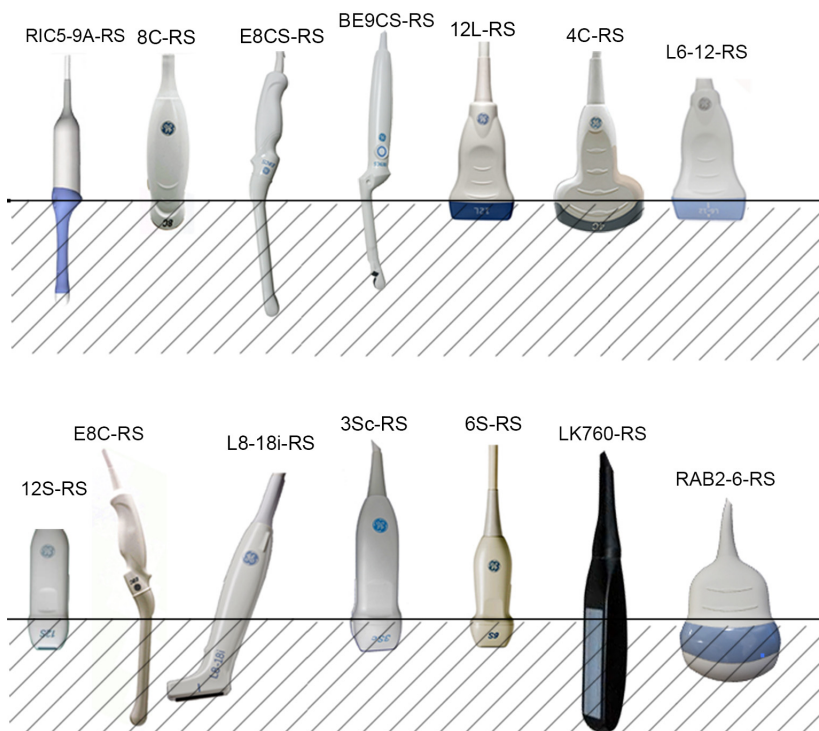

Abbildung 5-11. Sondeneintauchtiefe, 1 = Flüssigkeitspegel
3. Tauchen Sie die Sonde bis zur Linie in die vorbereitete Reinigungslösung ein, und stellen Sie sicher, dass keine Luftblasen an der Oberfläche eingeschlossen werden. Die Sonde nur bis zur im Benutzerhandbuch und auf Abbildung 5-11 auf Seite 5-21 dargestellten Linie eintauchen.
Tauchen Sie die Sonde nicht über das für diese Sonde festgelegte Niveau hinaus in Flüssigkeiten ein (Abbildung 5-11).